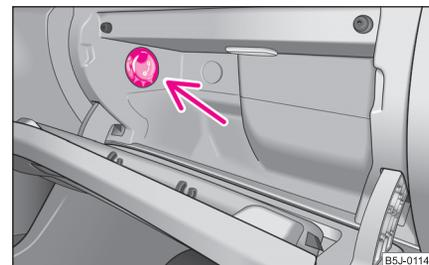

Abb. 69 Ablagefach:
- Mit dem Drehknopf ⇒ Abb. 69 schalten Sie die Kühlung ein bzw. aus.